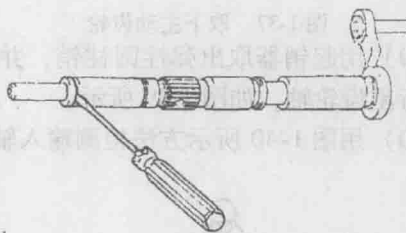

图 1-32 拆下换档导轴
32) 从换档盖中拆下换档导轴及防尘罩, 并按图 1-32 所示方法取下垫片。